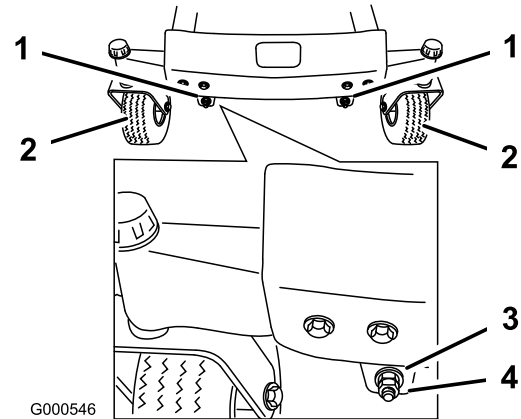
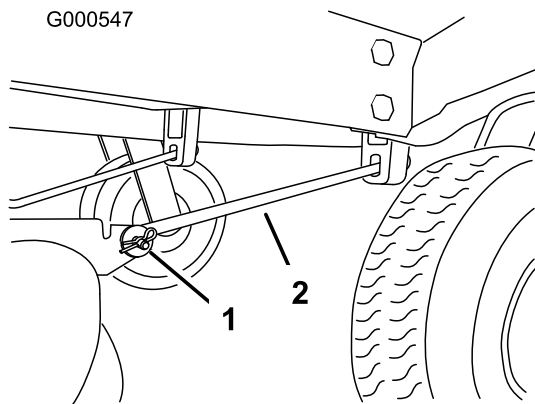

Figura 57
Figura 58
11. Para ajustar la inclinación longitudinal, retire las contratuercas y luego gire las tuercas de ajuste de la parte delantera del cortacésped (Figura 57).
13. Después de ajustar en la misma medida ambas tuercas de ajuste, verifique de nuevo la inclinación longitudinal. Siga ajustando las tuercas hasta que la punta de la cuchilla más avanzada esté entre 1,6–7,9 mm más baja que la punta de la cuchilla más atrasada (Figura 57).
Nota: Después de ajustar las tuercas de ajuste, asegúrese de que no hay ninguna holgura en ninguna de las varillas (Figura 58). Apriete cualquiera de ellas para eliminar la holgura, si la hubiera (Figura 57).
4. Retire el pasador de horquilla y la chaveta de la varilla de soporte delantera de cada lado del cortacésped (Figura 58).
8. Conecte las varillas de soporte delanteras a la máquina con los pasadores y las chavetas (Figura 58).